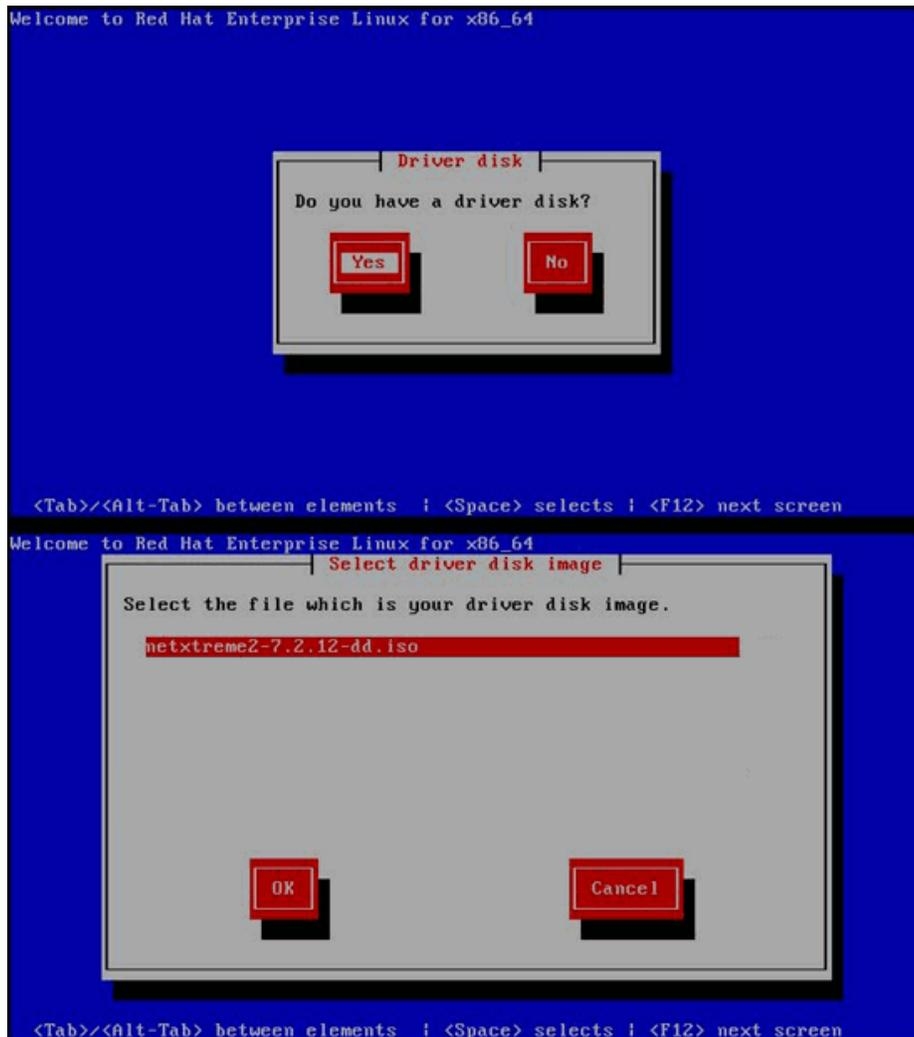

Abbildung 14-25. Auswählen eines Treiberdatenträgers
2. Antworten Sie auf die angezeigte Frage **Do you have a driver disk** (Haben Sie einen Treiberdatenträger) mit **Yes** (Ja) (Abbildung 14-25).